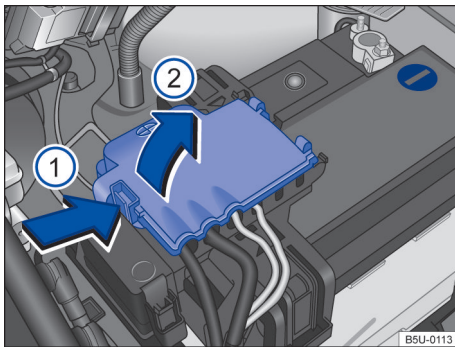

Fig. 125 Compartimento do motor: acesso ao terminal positivo da bateria.
- Abrir a cobertura do polo positivo. Para abrir pressionar a trava no sentido da seta → Fig. 125 (1), rebater a cobertura para o lado no sentido da seta (2).